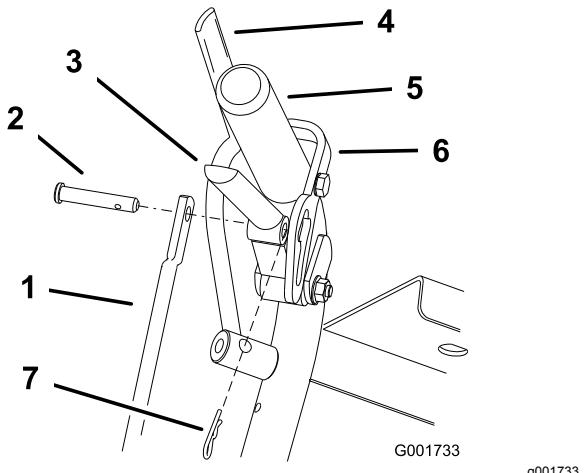
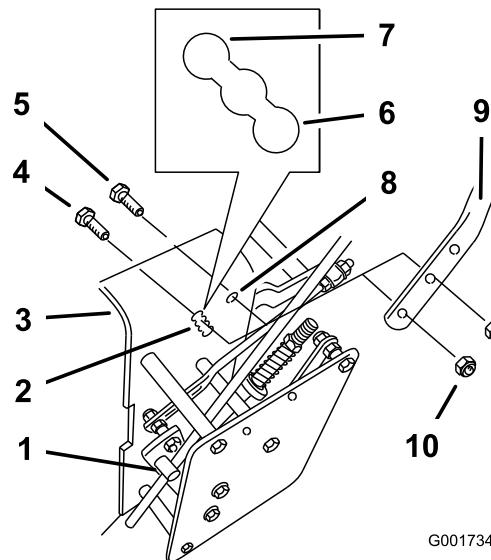

Figura 18
Figura 19
1. Rimuovete le coppiglie e i perni con testa dalle leve della trazione e i blocchi in folle (Figura 18).
2. Allentate il bullone flangiato ($\frac{3}{8}$ " x $1\frac{1}{4}$ ") e il dado flangiato superiore che assicurano la stegola al telaio posteriore (Figura 19).
3. Allentate il bullone flangiato ($\frac{3}{8}$ " x 1") e il dado flangiato superiore che assicurano la stegola al telaio posteriore (Figura 19).
5. Regolate la lunghezza dell'asta di comando ruotando l'asta sul relativo raccordo (Figura 18 e Figura 19).
6. Montate la coppiglia tra la leva di trazione e il dispositivo di blocco in folle inserendola nel perno con testa (Figura 18).